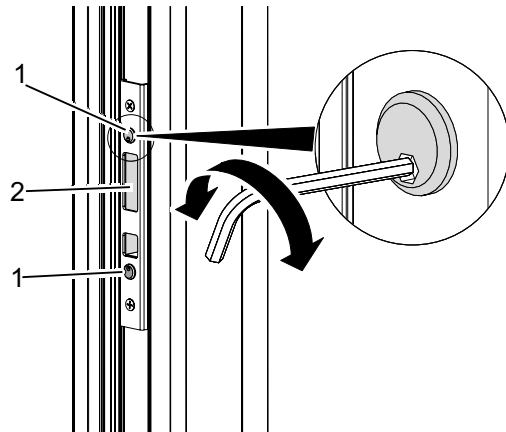

Abb. 37: Nebenschloss einstellen
1. Einstellschrauben (Abb. 37/1) mit Sechskantschlüssel verdrehen.
► Der innere Einsatz (Abb. 37/2) wird in die gewünschte Richtung leicht verschoben.